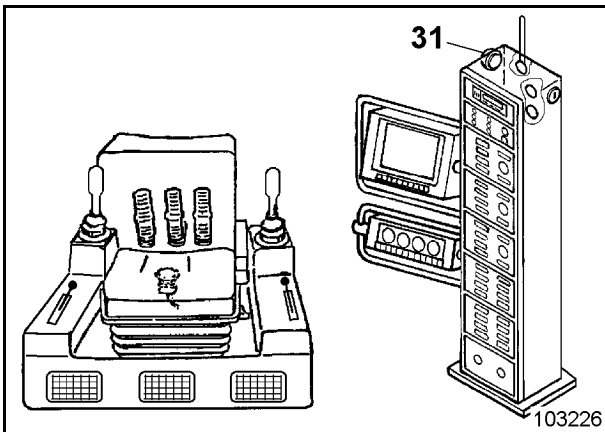

Fig. 2-19:
- im Fahrerhaus in der Steuersäule (31, Fig. 2-19:)
- ➔ Taster (31, Fig. 2-19:) herausziehen.